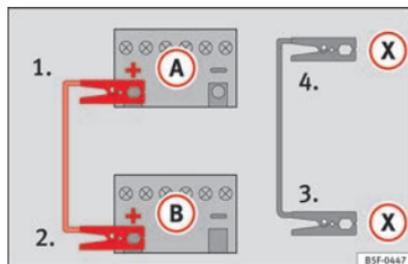

Fig. 71 Esquema de ligação para veículos com sistema Start-Stop.
- Em veículos com sistema Start-Stop:* ligar uma extremidade do cabo *preto* de emergência **(X)** a um terminal de massa adequado, a uma peça de metal maciça que esteja aparafusada ao bloco do motor, ou ao próprio bloco do motor » **Fig. 71**.